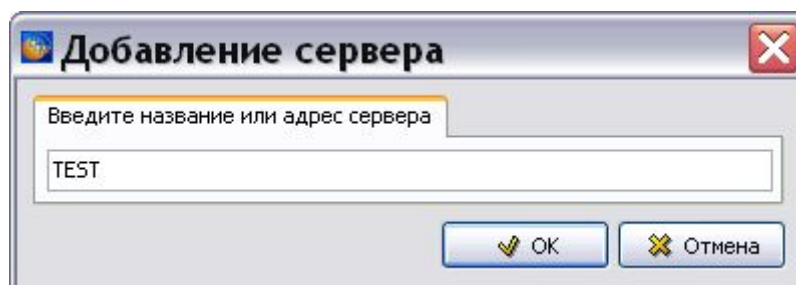

Рис. 2.8
2. В окне **Добавление сервера** введите название сервера (Рис. 2.8).